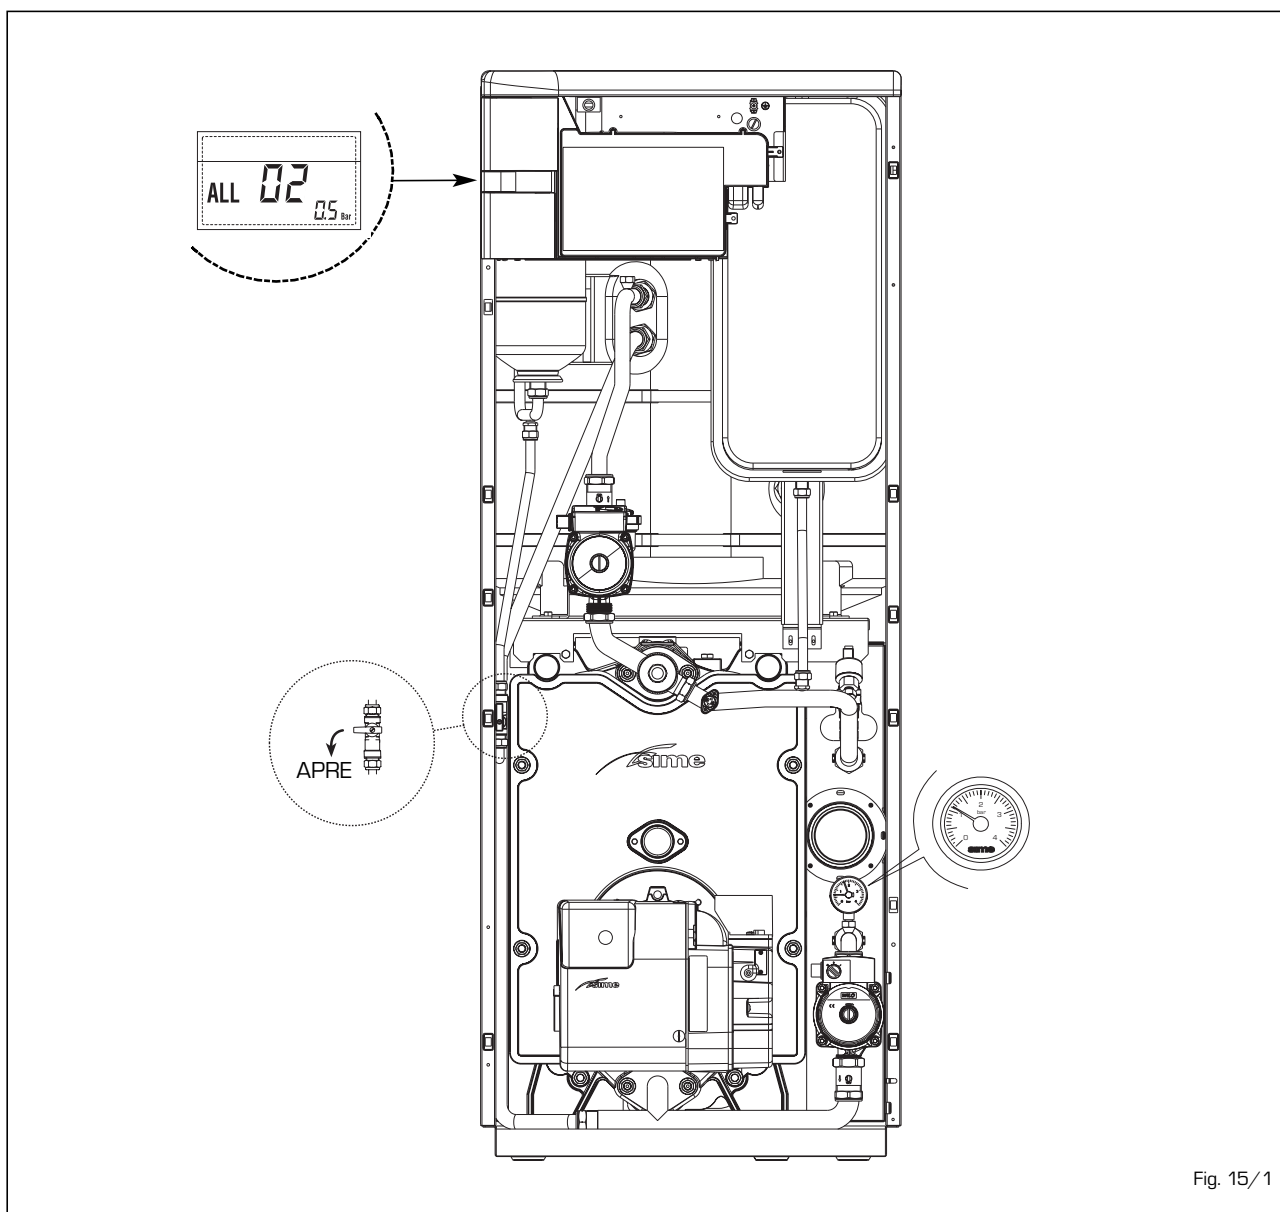

Fig. 15/1
- ANOMALIA BASSA PRESSIONE ACQUA "ALL 02" (fig. 15/1)
– **ANOMALIA ALTA PRESSIONE ACQUA “ALL 03” (fig. 15/2)**
– **ANOMALIA Sonda MANDATA RISCALDAMENTO “ALL 05” (fig. 15/4)**